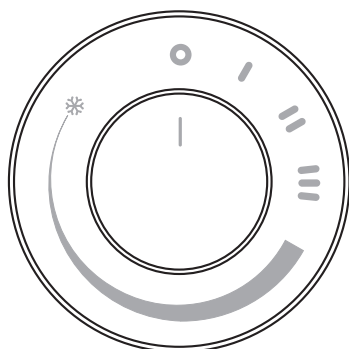

fig. 1
- Assicurarsi che il riferimento "I" sulla manopola sia allineato al simbolo "o" sul pannello comandi (fig.1).
- *Ensure that reference mark "I" on the knob is aligned with the "o" symbol on the control panel (fig.1).*
- S'assurer que la référence "I" sur la poignée soit alignée au symbole "o" du tableau de commande (fig. 1).